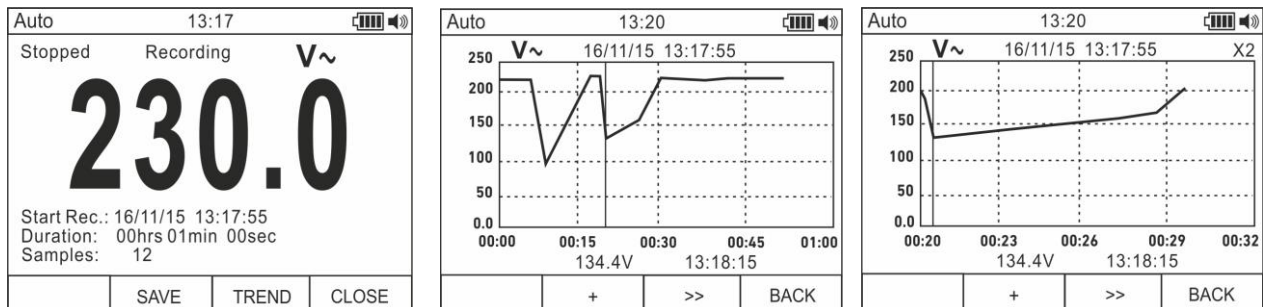

Fig. 11: Início da gravação de dados
9. O instrumento mostra o tempo residual e o número de amostragens adquiridas em tempo real e a mensagem “Parado (Fermato)” no final da gravação (ver Fig. 11 – parte esquerda). Premir o botão **F4 (STOP)** para parar a gravação em qualquer momento.
12. Premir o botão **F4 (>>)** para mover o cursor no gráfico e o botão **F2 (+)** para ativar a função de Zoom do gráfico aumentando a resolução (o símbolo “Xy” em que y=max dimensão do zoom aparece na parte superior direita do display) (ver Fig. 11 – parte direita). É possível efetuar operações de Zoom X1 para **pelo menos 15 pontos de medição**, X2 para **pelo menos 30 pontos de medição**, X3 para **pelo menos 60 pontos de medição** e assim por diante para um máximo de **6 operações de Zoom**.